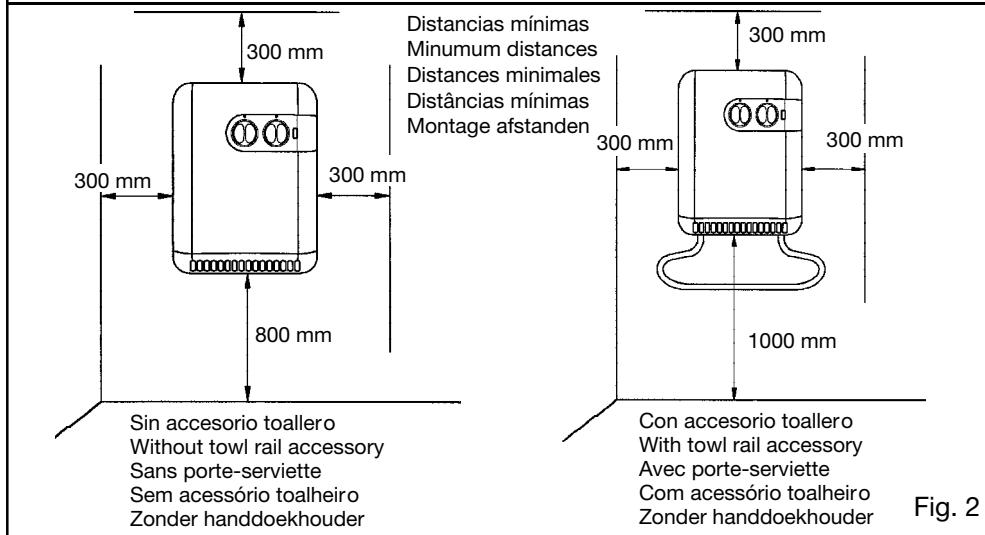

Fig. 2
- Al instalarse de forma fija, también deberán respetarse las distancias mínimas indicadas en la Fig. 2.
Habiendo decidido las distancias mínimas según la Fig.2, instale el aparato siguiendo la secuencia siguiente :